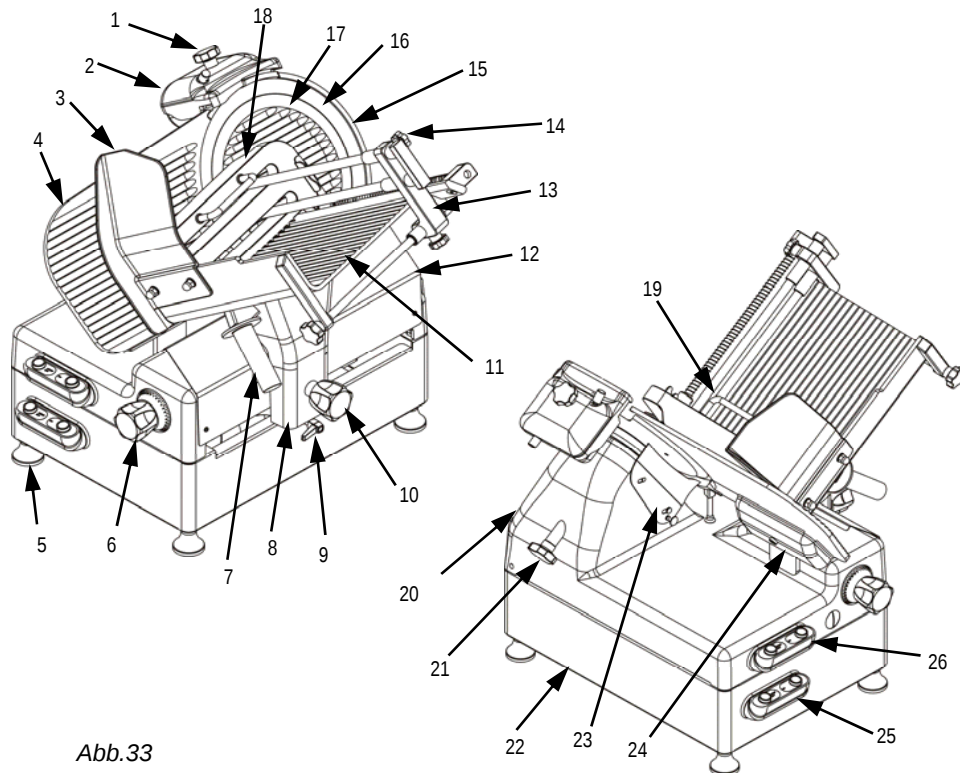

Abb.33
- Kontrollieren, dass die Maschine ausschaltet, wenn man den Zugstab der Schneideblattabdeckung (Abb.33) lockert.
- Prüfen, ob bei Ausschrauben des Messerschutz- Zugstabes die Maschine ihren Betrieb aussetzt (Abb. 33).